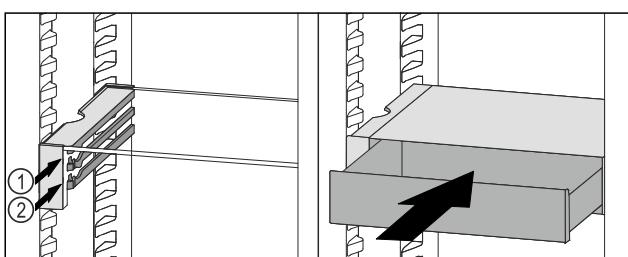

Fig. 76
- Nasadte zásuvku VarioSafe za zarážky na požadovaném žebřu Fig. 76 (1) nebo Fig. 76 (2).